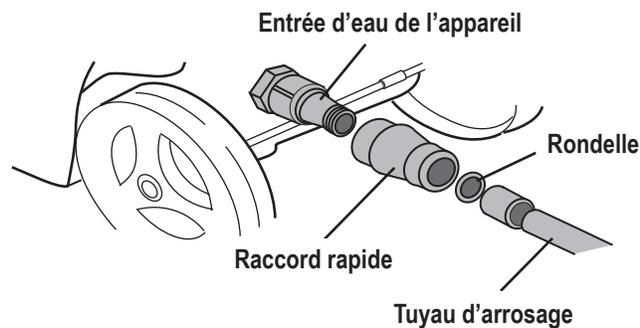

Fig. 2
10. Embout de l'entrée du tuyau d'arrosage avec raccord rapide (non illustré, voir page 8, figure 2)
Avant de brancher votre tuyau d'arrosage (non inclus), faites-y couler l'eau pour évacuer les corps étrangers. Branchez le tuyau d'arrosage au raccord de l'entrée d'eau. (Fig. 2)